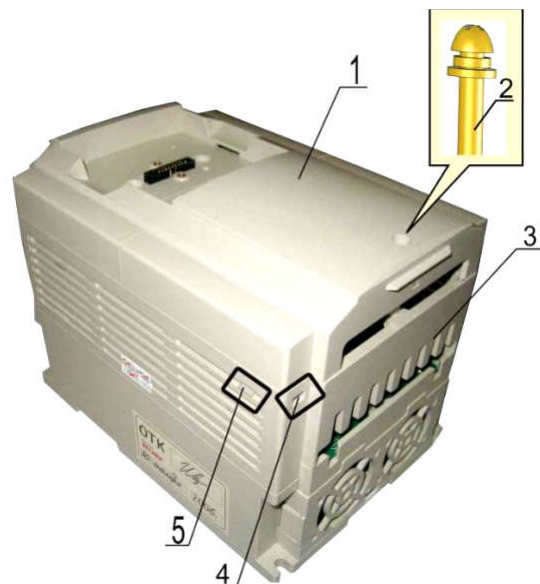

Рис. 7.19
7.10.2. Установить решётку кабельных вводов (3), при этом фиксаторы (4) с двух сторон решётки должны войти в отверстия в средней части корпуса (рис. 7.19).
7.10.3. Установить верхнюю крышку (1), при этом фиксаторы (5) с двух сторон крышки должны войти в отверстия в средней части корпуса, закрепить крышку винтом (2) (рис. 7.19).